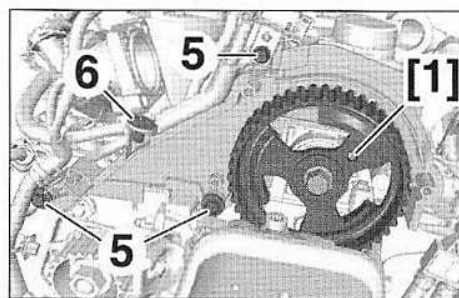

FIG.79
• Vérifier la bonne position de l'outil [1] (Fig.79).
- Vérifier que l'outil [1] soit toujours en place (Fig.79).